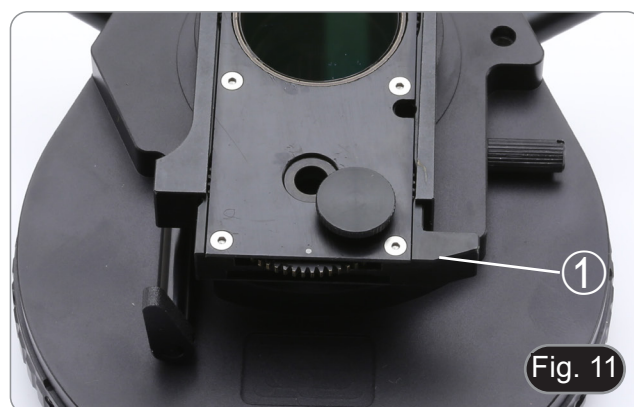

Fig. 11
2. Puxe o controle do polarizador ① para excluí-lo do caminho óptico. (Fig. 11)
1. Puxe o controle do polarizador ① para excluí-lo do caminho óptico. (Fig. 11)